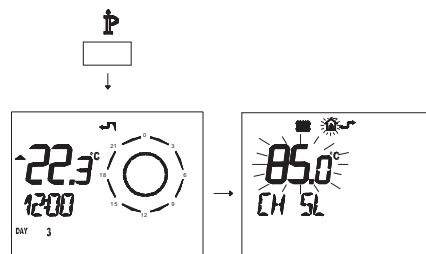

Figura 5.85
- Premere per più di 3 secondi il pulsante para per entrare in modalità **INFO** (Figura 5.85).